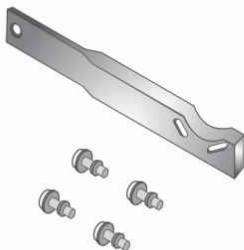

fig. 01
**Nota:** O parafuso M6x18 mm é utilizado apenas para posicionamento da polia, o travamento da polia para remoção do seu parafuso de fixação é realizado com a ferramenta específica (Figs. 01 e 02).
- Instalar a ferramenta para travar a polia do virabrequim (Figs. 01 e 02).